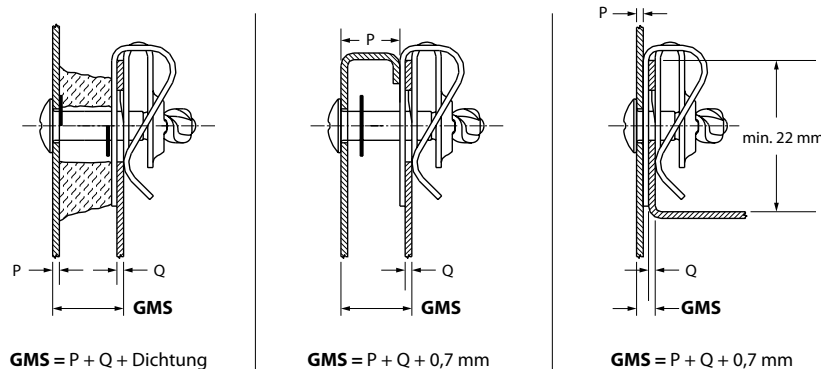

Abb. 1 Gesamtmaterialestärke (GMS)
1. Die Gesamtmaterialestärke ist zu bestimmen wie in Abb. 1 dargestellt.